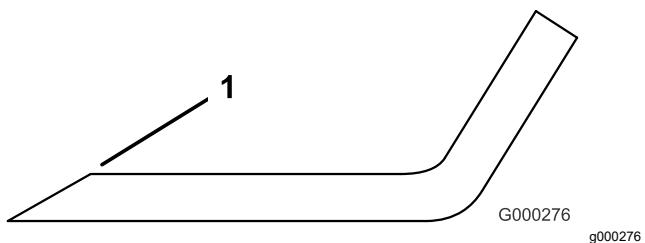

**Figura 94**
2. Verificate accuratamente i taglienti, con particolare attenzione ai punti d'incontro delle sezioni piatta e curva della lama (Figura 94).
**Nota:** Sabbia e materiali abrasivi possono consumare il metallo che connette le sezioni piatta e curva della lama, per cui si consiglia di controllare la lama prima di usare il tosaerba. Se notate dell'usura (Figura 94), sostituite la lama.